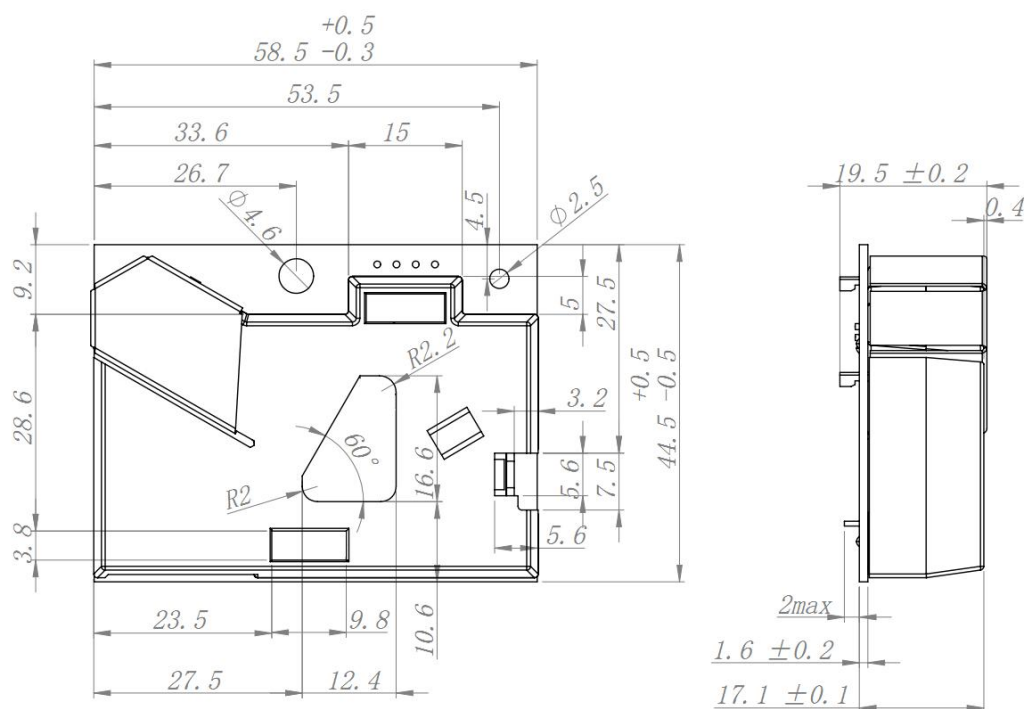

图 1
1.3 避免光照 粉尘传感器利用特定波长光线 LED 和可见光截止的光电传感器探测粉尘颗粒物，外部灯光辐射会影响粉尘传感器的光学信号，建议使用海绵遮盖粉尘传感器中心三角孔(如图 1 所示)，切勿遮挡传感器的进口气口。